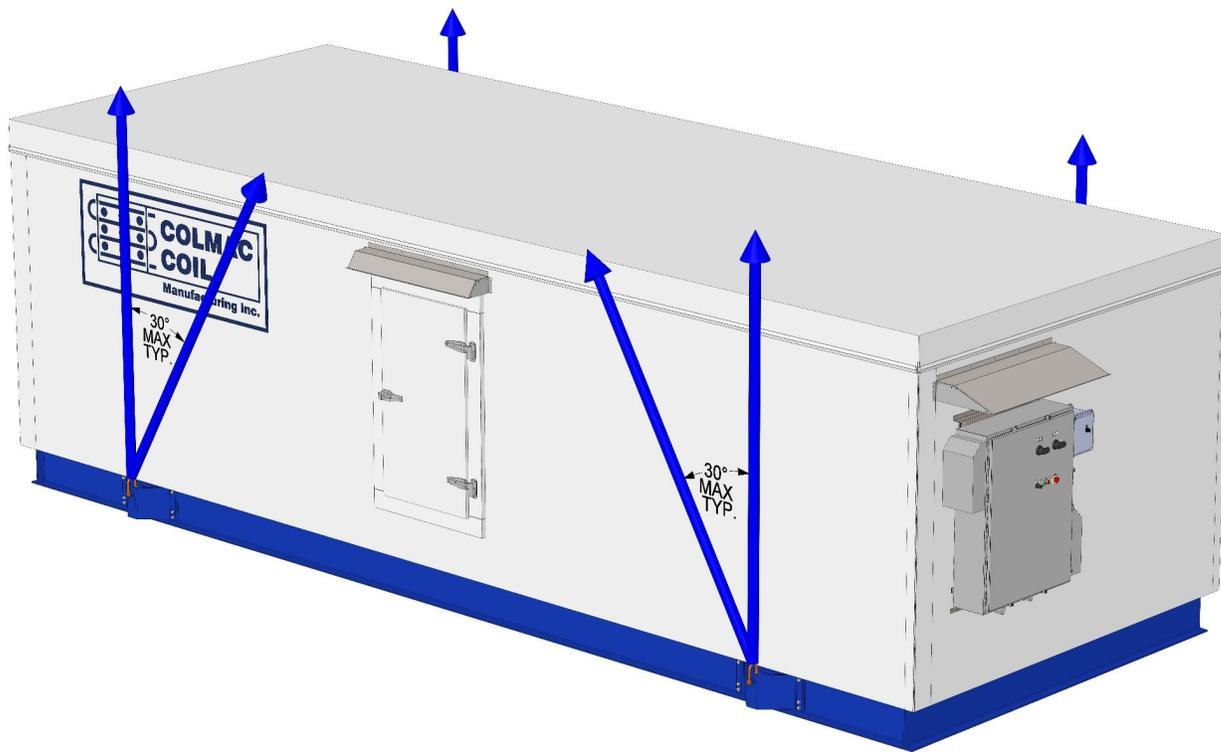

Figura 2.
2.2.8. El Sistema de izado triangulado se puede utilizar en pares de orejas de elevación del mismo lado de la unidad, pero deben limitarse a un máximo de 30 grados desde la vertical. Ver Figura 2. a continuación.